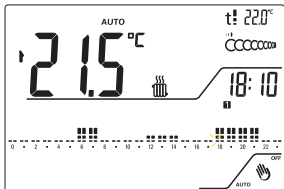
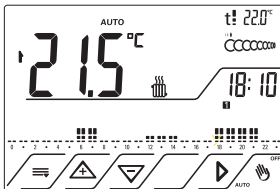

Fig.2
Fig.9
3.1 Dalla posizione di Stand- by, Fig.2, premere il tasto  .Fig.9
4.2.1 Attivare il display premendo il tasto  . Fig.9